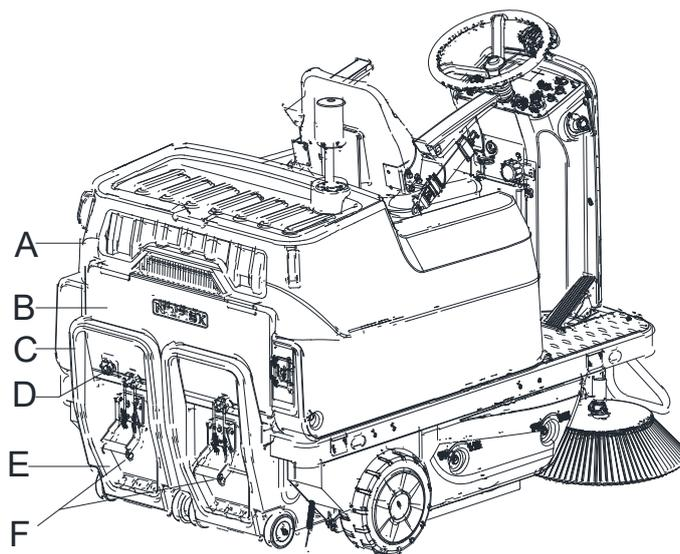

Figura 27
3. Abbassare il coperchio (A, Figura 27).
4. Aprire la cerniera della tramoggia servendosi della maniglia (F, Figura 27).
5. Utilizzare la maniglia della tramoggia (C, Figura 27) per rimuovere la tramoggia (E, Figura 27).
6. Allentare la vite (D, Figura 27) per rimuovere la piastra di copertura della tramoggia (B, Figura 27).